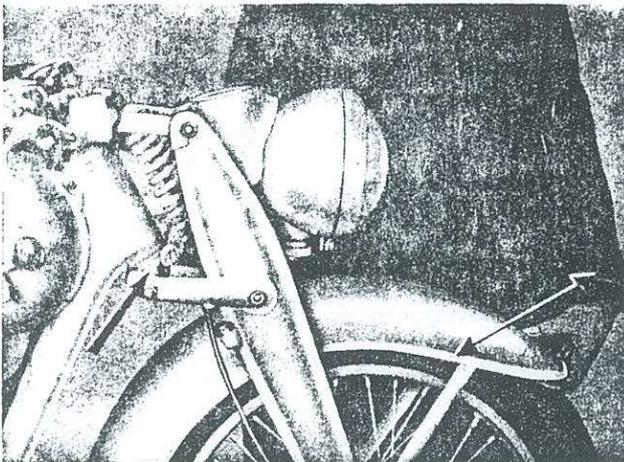

Bild 179
Dazu Krafttrad auf Mittelständer stellen, Lenkungsdämpfer (außer bei RT-Modellen) anziehen, Vorderradkotflügel mit der rechten Hand fassen, wie Bild 179 zeigt, Daumen der linken Hand auf Trennfuge an den Gabelgelenken legen, Vorderbau in Fahrtrichtung hin- und herbewegen. Unzulässiges Spiel wird dabei fühlbar.
1. Kraftrad auf Mittelständer stellen, Lenkungsdämpfer lockern, Vorderradkotflügel mit der rechten Hand fassen (Bild 179), den Daumen der linken Hand auf Trennfuge zwischen Lenkkopf und Kreuzkopf an der unteren Lagerstelle legen. Vorderbau in Fahrtrichtung hin und her bewegen.